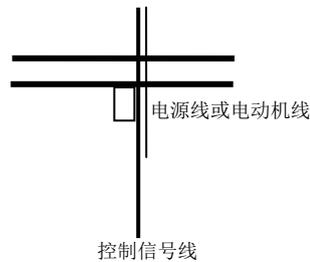

图 3-29 系统配线要求
- (4) 变频器 PE 端接地电缆不得借用其它设备接地线，必须直接与大地相连。
- (5) 控制信号线不能与强电电缆(R、S、T 或 R、T 与 U、V、W) 平行近距离布线，不能捆扎在一起，保持 20~60 厘米(与强电电流大小有关)以上的距离。如果要相交，则应相互垂直穿越，如图 3-29 所示。
- (6) 控制信号和传感器等弱电接地线必须与强电接地线分别独立接地。
- (7) 禁止在变频器电源输入端(R、S、T 或 R、T) 上连接其它设备。